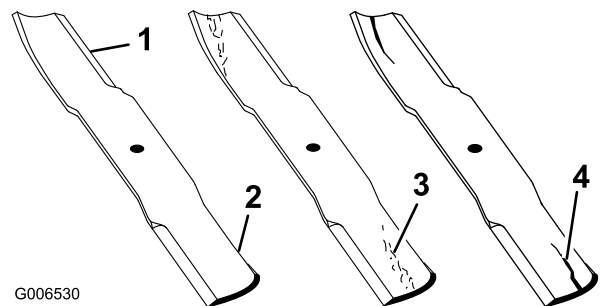

Figura 60
1. Inspeccione los filos de corte (Figura 60). Si los bordes no están afilados o tienen muescas, retire las cuchillas y afílelas. Consulte Afilado de las cuchillas.
2. Inspeccione las cuchillas, especialmente la parte curva (Figura 60). Si observa daños, desgaste o la formación de una ranura en esta zona (Figura 60), instale inmediatamente una cuchilla nueva.